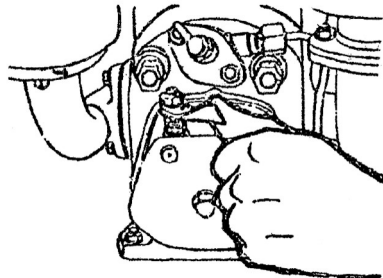

рис.5
2. Одразу послабте будь-який з'єднувач трубопроводу подачі палива під тиском (Рис. 5).